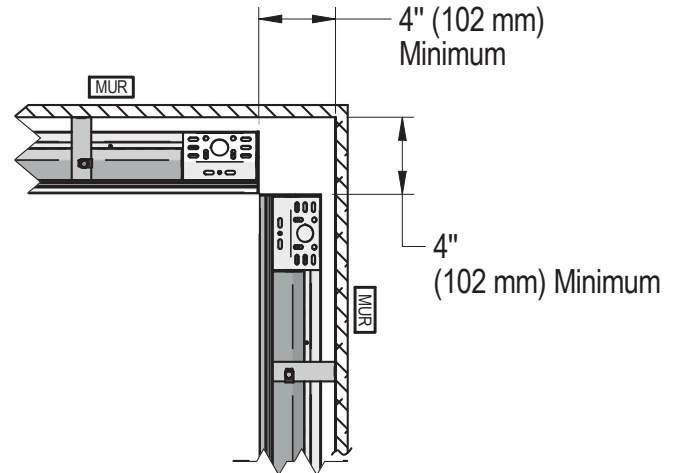

FIGURE 5
- B. Repérez les montants muraux dans lesquels les supports muraux seront installés. Un support mural devrait être installé aussi près que possible de chaque extrémité de l'appareil. Installez les supports muraux afin qu'ils correspondent aux ouvertures situées à 1 pouce d'intervalle à l'endos du boîtier de l'appareil. Les trous de vis sont entaillés pour chaque support mural. Voir la FIGURE 5.